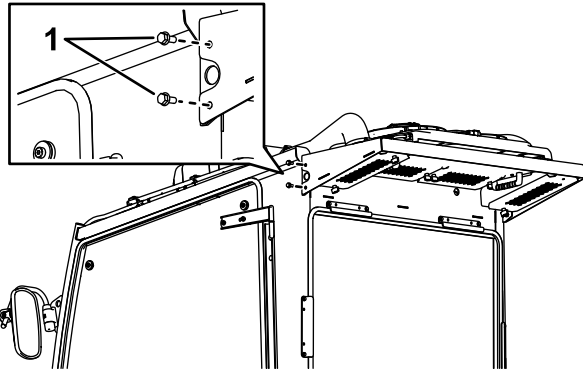

Figura 4
- Retire os dois parafusos por detrás da porta esquerda da cabina como se mostra na Figura 4.